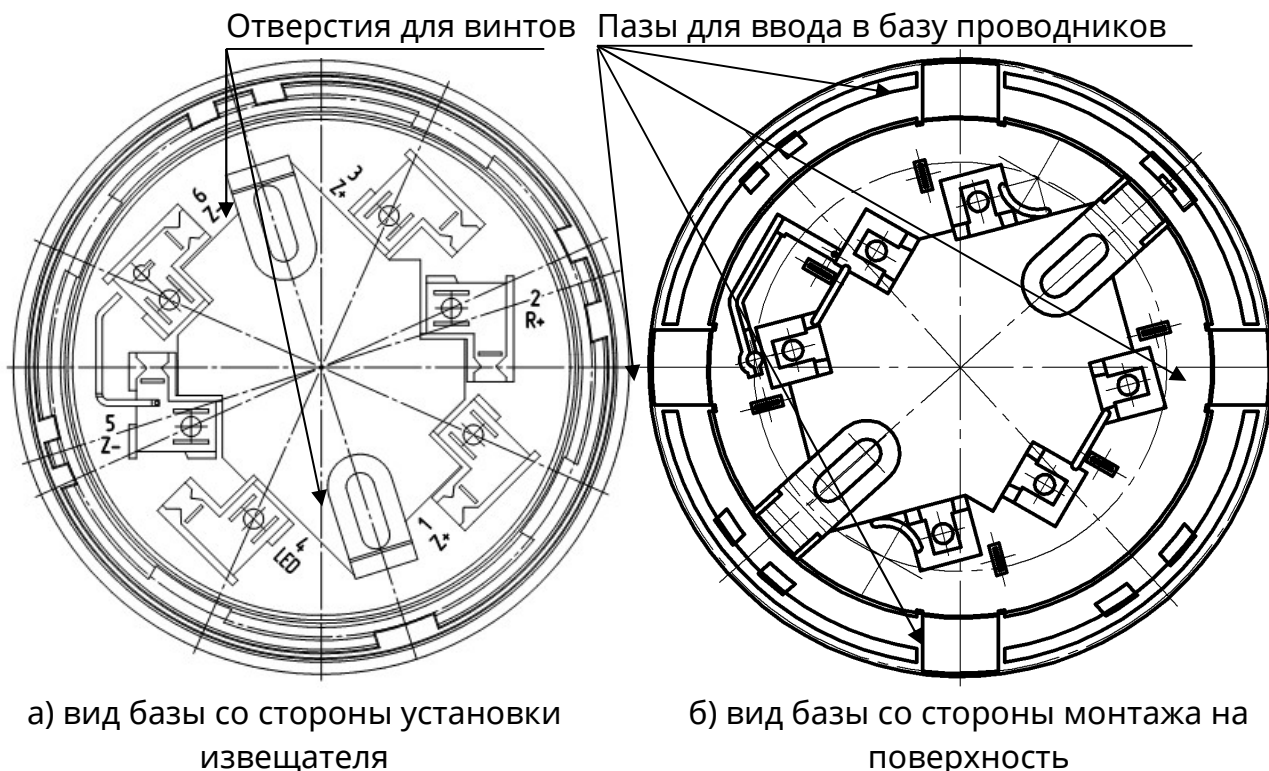
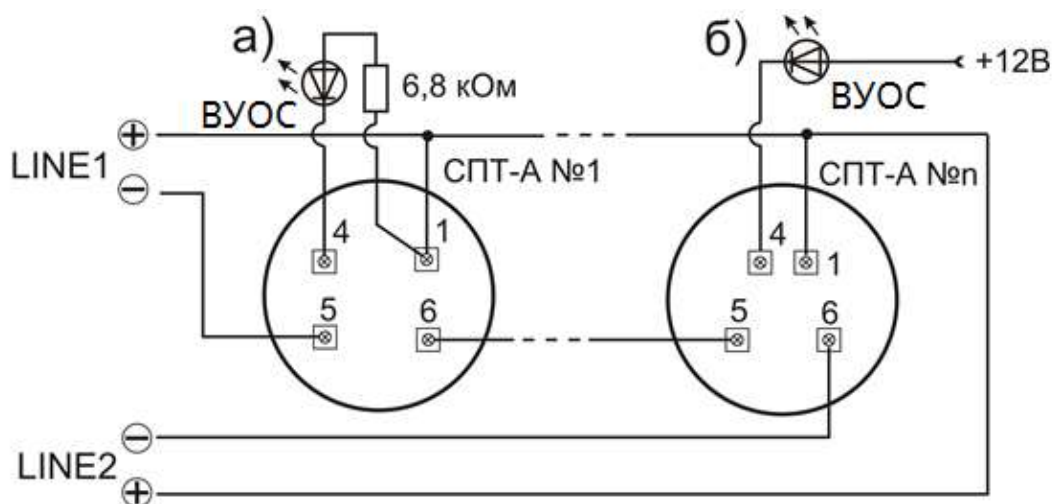

Рисунок 1 – База извещателя
Рисунок 2 – Подключение извещателей к кольцевому ША: а) питание ВУОС от ША, используется контакт 1; б) питание ВУОС от источника 12 В
4.1 Извещатель комплектуется базой (рисунок 1). Для присоединения извещателя к базе, необходимо наложить извещатель на базу, с небольшим усилием прижать к базе, повернуть по часовой стрелке и после просадки в базе довернуть до упора. Для отсоединения повторить действия в обратном порядке.
5.1 Для установки извещателя необходимо базу отсоединить от извещателя (рисунок 1), и закрепить ее на потолке помещения с помощью дюбелей или винтов. Проводники в базу заводят через специальные пазы. **Перед вводом проводников в базу необходимо обязательно снять внешнюю изоляцию. Не допускаются перекосы и деформирование базы. Не допускаются перекосы извещателя в базе.** Монтаж базы извещателя проводить только на **плоскую поверхность** для предотвращения перекосов при затягивании винтов. В случае, когда это невозможно, необходимо устанавливать базу на плоскую подставку.
5.2 Подключение извещателей необходимо выполнять согласно схеме, приведенной на рис. 2. Назначение контактов на рис. 2 **(в скобках указано обозначение контактов на базе, рис.1):**